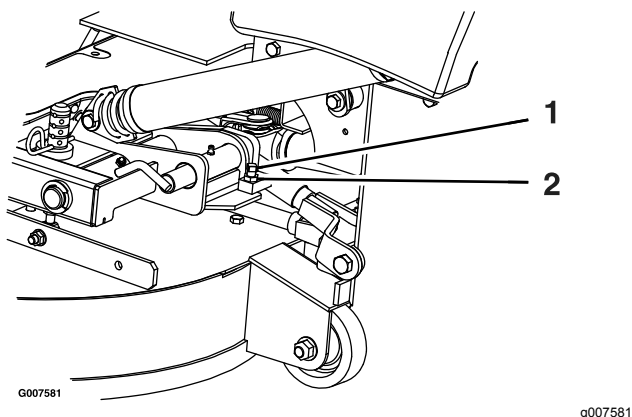

Figura 69
2. Allentate il controdado e ruotate la vite di arresto in senso orario, fino a quando il perno di bloccaggio non è serrato e non può essere ruotato a mano (Figura 69).